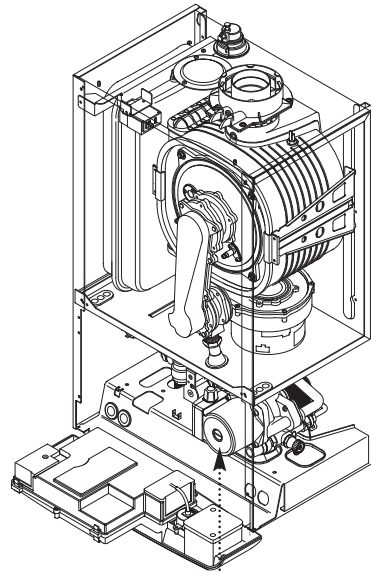

Fig. 79
14.13 Pump - Head Only (Fig. 79)